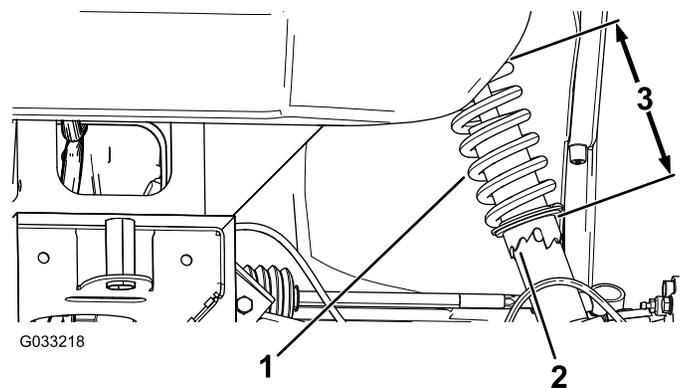

Figura 58
1. Usando la herramienta (Pieza Toro N° 132-5069), gire el collarín del amortiguador para variar la longitud del muelle (**Figura 58**).